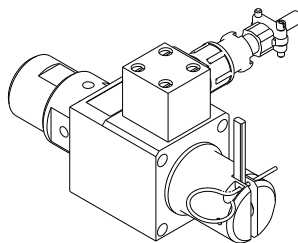

Рисунок 2.1 Внешний вид электромагнита
- убедиться, что рычаг ручного пуска электромагнита находится в крайнем верхнем положении и фиксирован предохранительной чекой (см. рисунок 2.1);